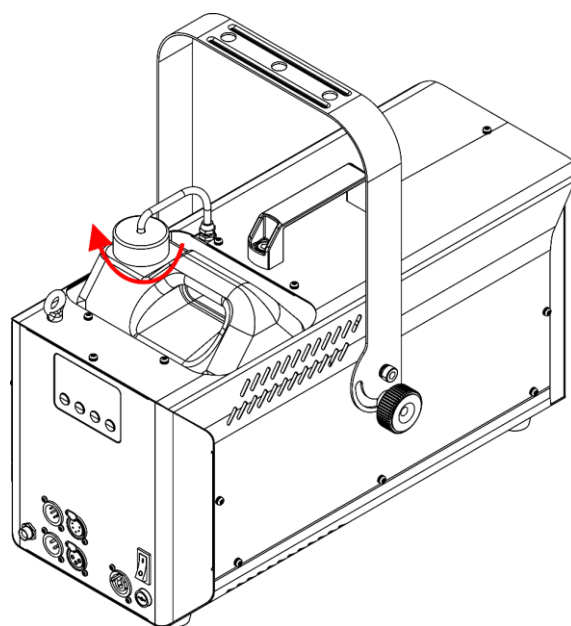

Fig. 13
- 08) Schroef het deksel weer op de vloeistoftank, zoals getoond in Fig. 13.